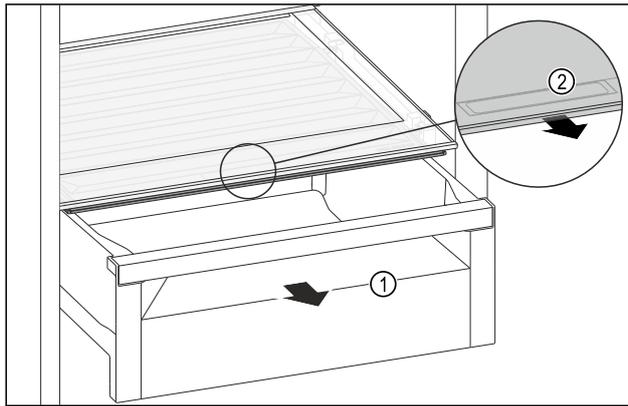

Fig. 108
- ▶ Schubfach Fig. 108 (1) herausziehen.
- ▶ Griffmulde Fig. 108 (2) am Fachdeckel anfassend und Fachdeckel gleichzeitig nach vorne ziehen.